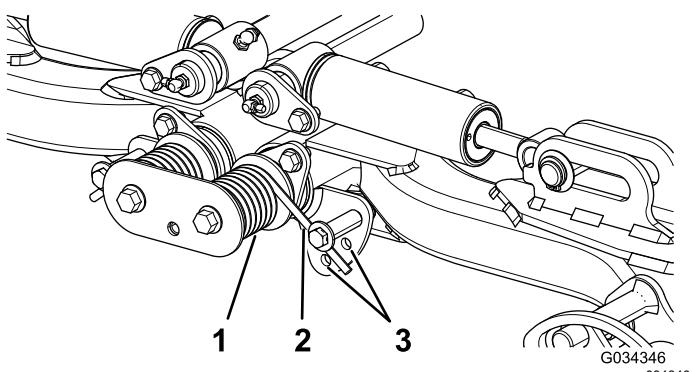

Figura 33
2. Coloque un tubo u otro objeto similar sobre el extremo largo del muelle para aliviar la tensión durante el ajuste (Figura 33).
- Para aliviar la tensión del muelle, retire el perno y la contratuerca que sujetan el actuador del muelle al soporte (Figura 33).